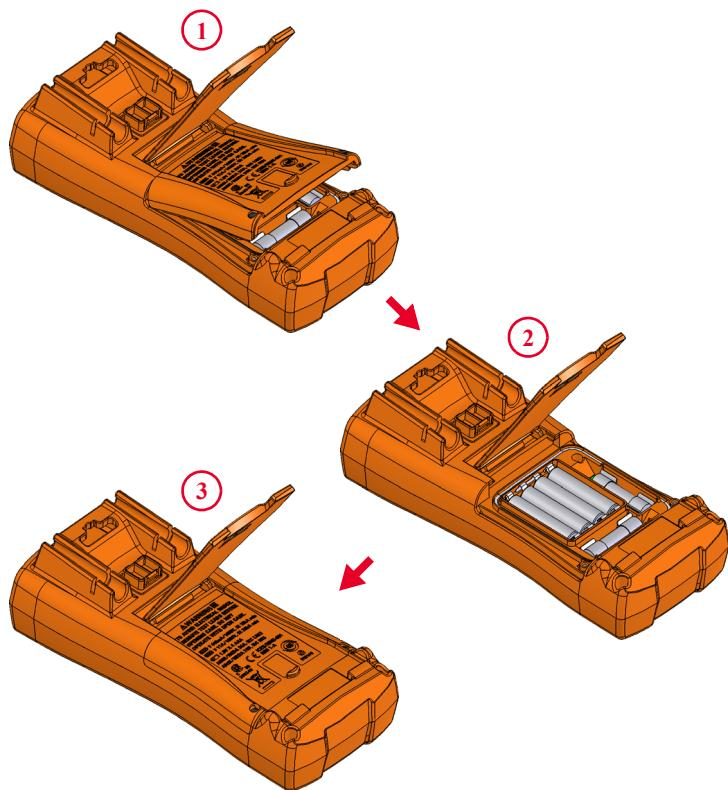

Figure 1-1 Installation des piles
- 1 **Ouvrez le compartiment des piles.** Soulevez le socle inclinable, desserrez les vis à l'aide d'un tournevis cruciforme approprié, puis retirez le capot, comme indiqué à la Figure 1-1.